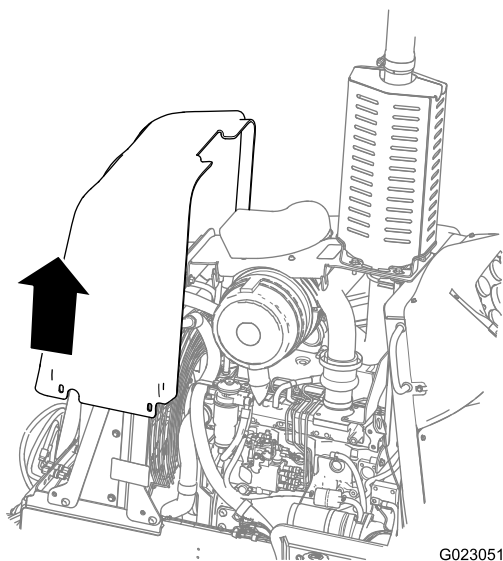

Figura 39
4. Sollevate il pannello anteriore verso l'alto ed estraetelo dalla macchina (Figura 39).
2. Abbassate il pannello anteriore in senso verticale sulla macchina (Figura 39).